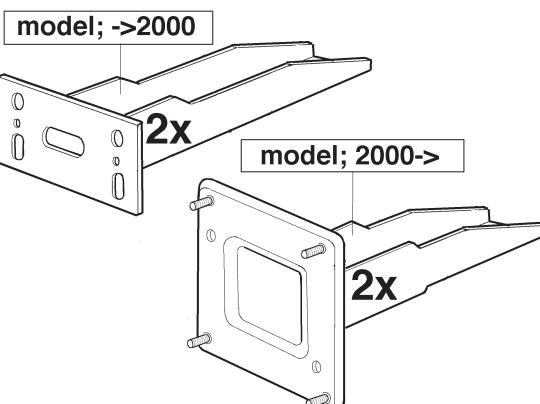

Fig. 1
1. Die Stoßstange abmontieren. 1. Für die Modelle ab 2000 sind die Rücklichter sowie die Stoßstangeninnenverkleidung zu entfernen. Die Stoßstangenhalterungen (siehe Abb.1) entfernen. Diese werden nicht mehr benötigt. Das Ersatzrad herunterlassen. Die Abdichtung wie angegeben entfernen. Siehe abb.9.
1. Demontera kofångaren. För modellerna från 2000 måste bakljusen och kofångaren innmäte avlägsnas. Avlägsna de påskruvade kofångarstagen som visas i fig.1. Dessa förfaller. Sänk reservhjulet. Avlägsna packningen enligt bilden. Se figur 9.
1. Zdemontowacz zderzak. W modelach o rok 2000 nalezy zdemontowac swiatlo tylnie. Mocowani zderzaka zdemontowac wedlug rys.1.
1. Desmontar el parachoques. 1. Para los modelos a partir del 2000 es preciso retirar las luces traseras así como el armazón interior del parachoques. Retirar los soportes de parachoques fijados con pernos ilustrados en la fig. 1. Los mismos no se vuelven a poner. Bajar la rueda de repuesto. Retirar el sellado como indicado. Véase la figura 9.